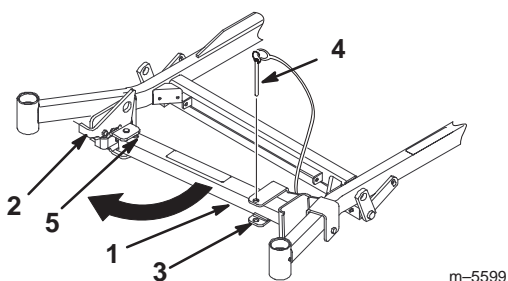

Figure 29
2. Retirez la goupille du support (Fig. 29).
3. Soulevez le verrou. Déployez le pied du support et poussez le support vers la machine, au bas de la fente (Fig. 29 et 30).
4. Ramenez le support à sa position de repos (Fig. 29).